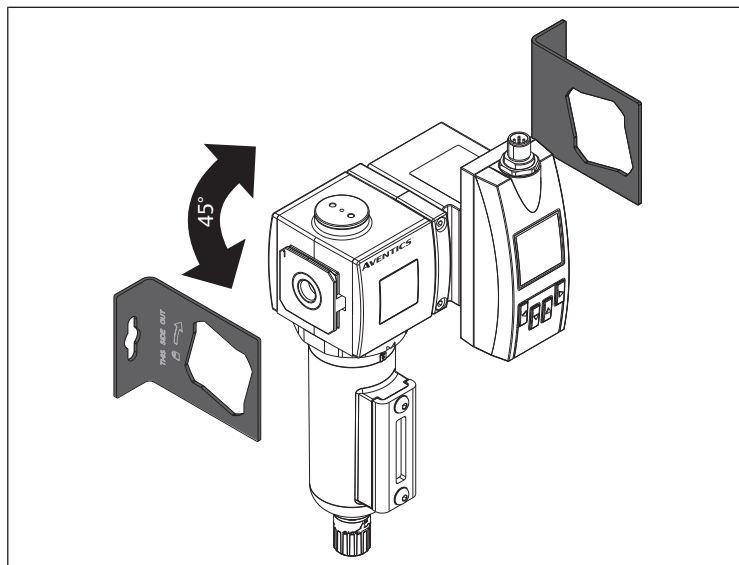

Bild 6: Montering med fästvinkel
2. Montera produkten med en fästvinkel. Se → Bild 6.